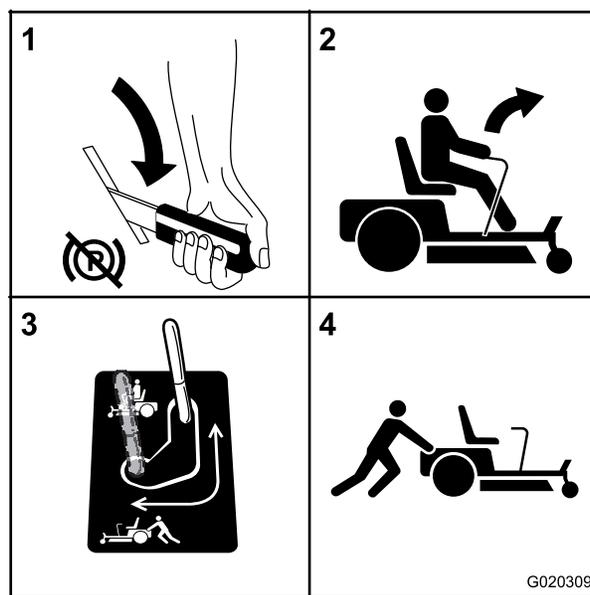

Figure 32
5. Amenez les leviers de dérivation en arrière, puis abaissez-les pour les bloquer en place comme montré à la Figure 32 et désengager les moteurs de roues.
Placez la dérivation à la position voulue pour utiliser la machine (Figure 32) et engager les moteurs des roues.